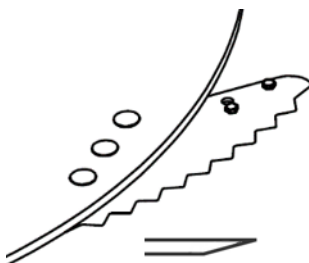

Figure 32 — Couteaux retournés, avec le revêtement de tungstène sur le dessus
3. Lorsque le revêtement de tungstène sous les couteaux commence à disparaître, retournez tous les couteaux pour que le revêtement de tungstène soit sur le dessus (Figure 32).